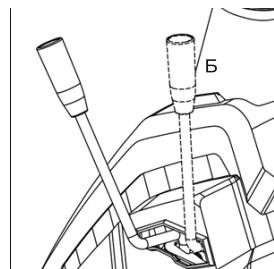

Рис. 31
- Переведите рычаг сцепления ножа в положение Б – включено (рис.31).